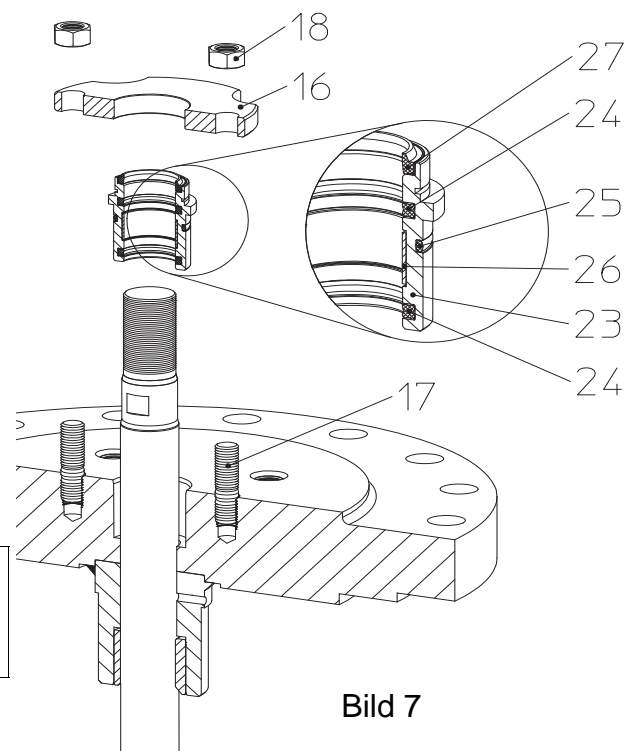

Bild 7
- Bei Austausch der Dichtelemente (Pos. 24, 25) auf richtige Reihenfolge und Einbaulage der Einzelteile achten (siehe Bild 7).